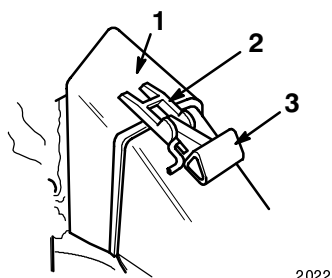

Figure 16
2. Vérifiez que la poignée du volet d'éjection est complètement abaissée vers l'avant (volet fermé) comme illustré à la Figure 16.
Remarque : Dans la Figure 16, la grille de protection n'est pas montrée pour plus de clarté.
3. Placez l'ouverture du sac sur l'ouverture de l'éjecteur, comme illustré à la Figure 16.